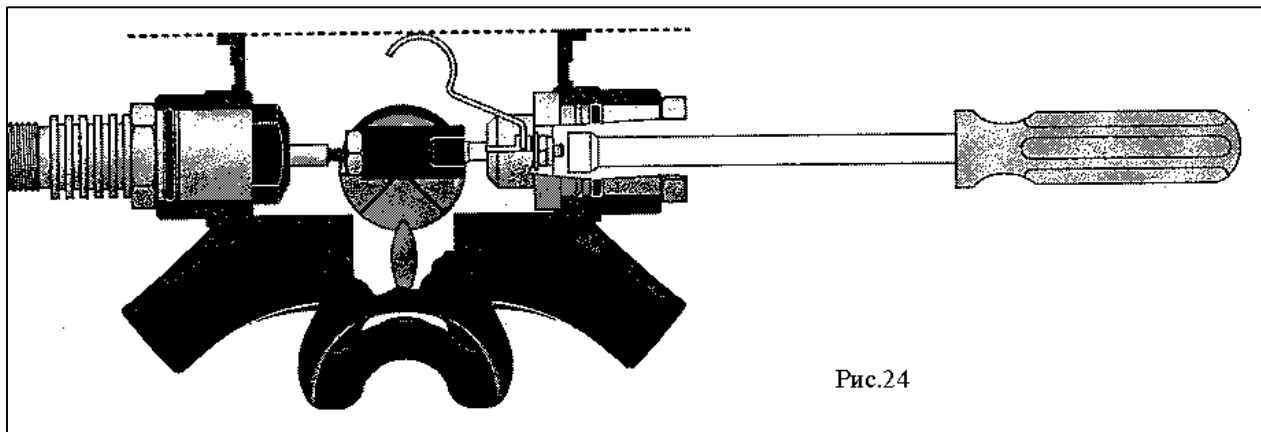

Рис.24
- Присоедините к штуцеру (26) дыхательного автомата шланг среднего давления. Шланг должен быть присоединен к редуктору. Установите редуктор на вентиль заряженного баллона (200 бар). Проконтролируйте установочное давление редуктора, которое должно быть равно  $9,5 \pm 0,5$  бар.
- Используя торцевой трубчатый ключ на 6,35мм, плавно вращайте самоконтрящуюся гайку (13) в обе стороны. Добейтесь такого положения рычага (10), когда его наивысшая точка совпадает с плоскостью фланца мокрой камеры дыхательного автомата. Рис. 24.